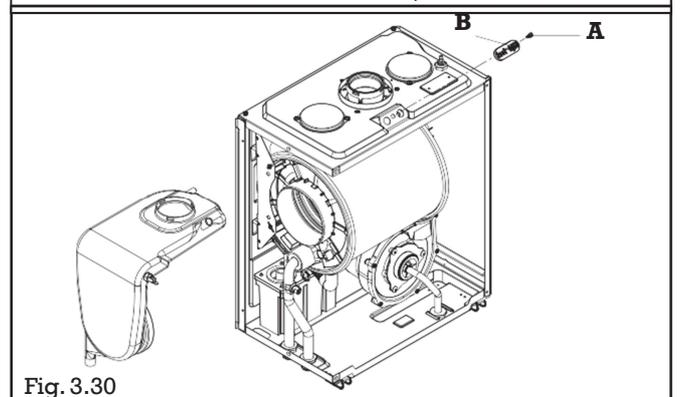

Fig. 3.30
- smontare la presa di misura (B) della cassa aria (vite (A) fig. 3.30)